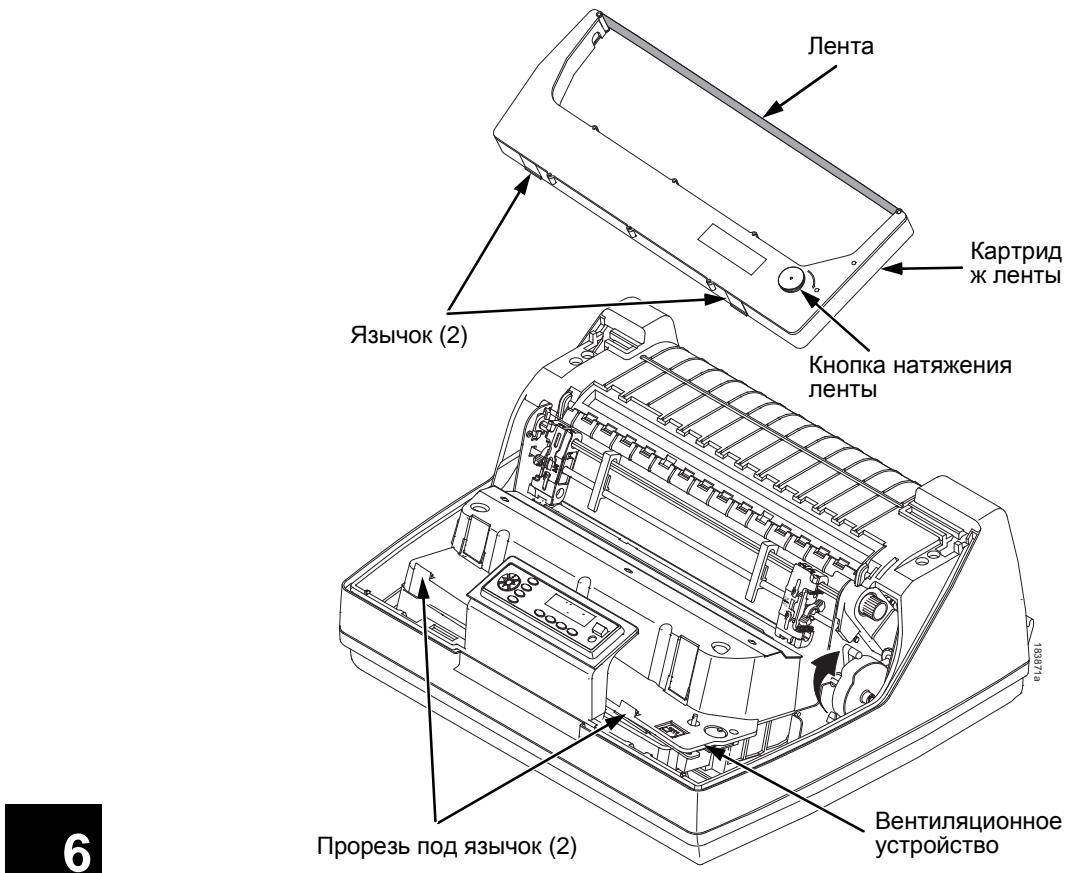

Рисунок 82. Установка картриджа ленты
5. Держите картридж в наклонном положении так, чтобы сторона ближе к вам находилась ниже стороны с лентой. Ведите наружные язычки картриджа в соответствующие прорези вентиляционного устройства (см. Рисунок 82).